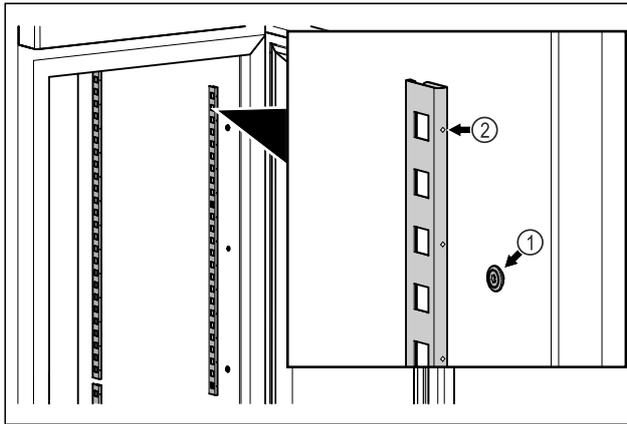

Fig. 85 Ενδεικτική απεικόνιση
- ▶ Αναρτήστε τα προφίλ ασφάλισης στην ανάρτηση Fig. 85 (1). Το σημάδι Fig. 85 (2) πρέπει να δείχνει προς τα εμπρός.